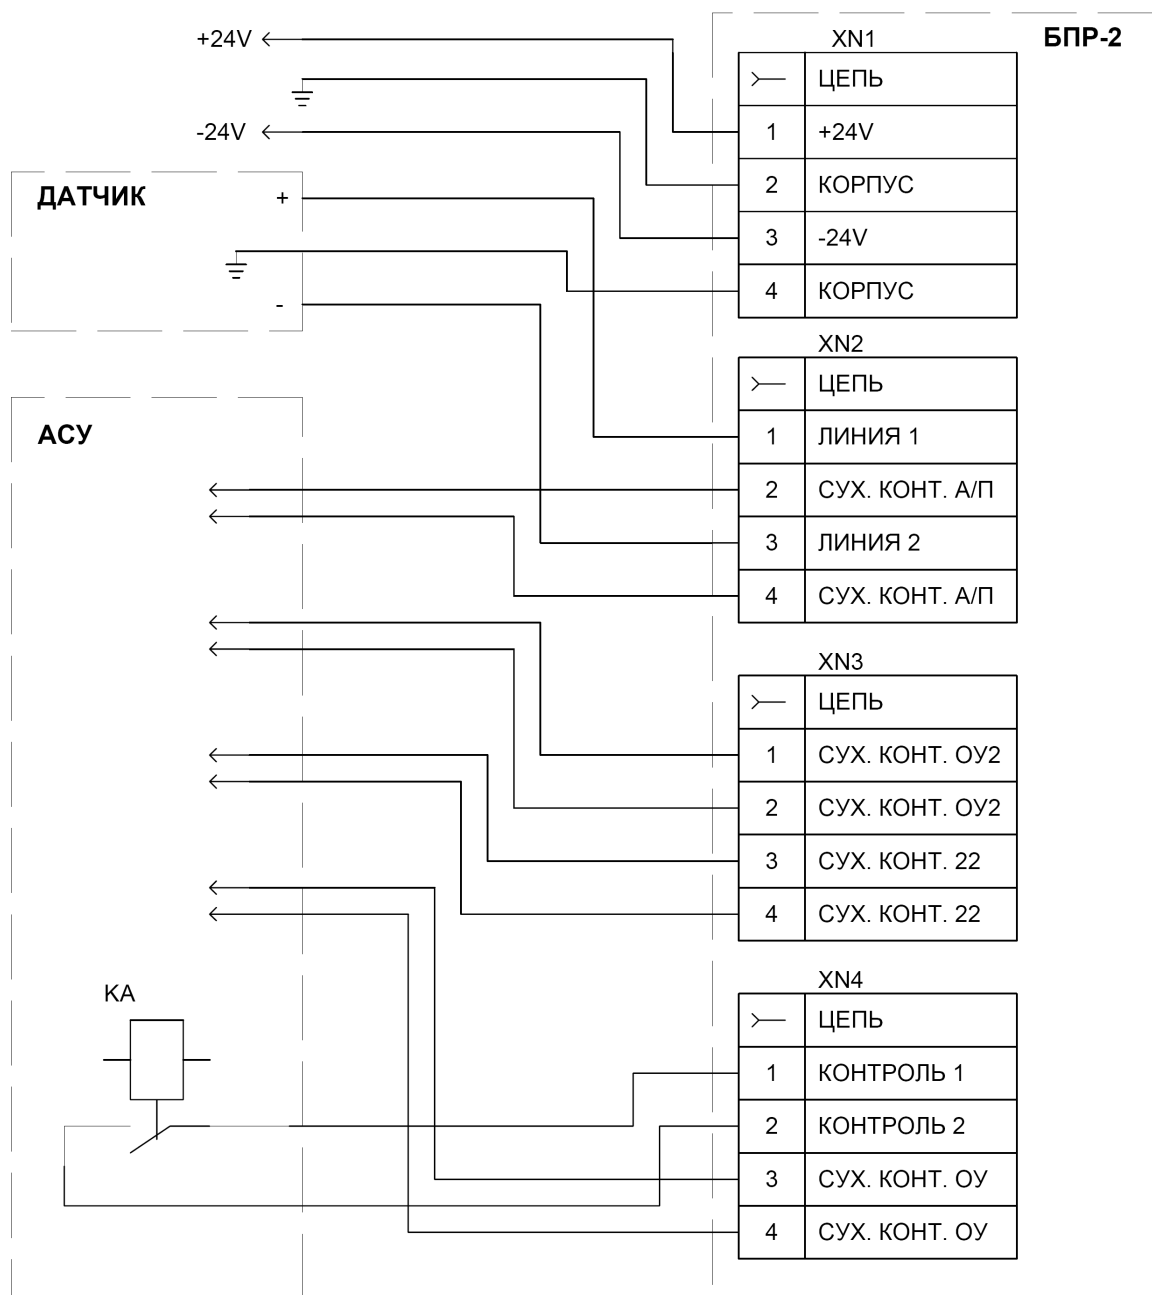

Рис.4. Монтажная схема сигнализатора МДПС-3 в составе с блоком питания и регистрации БПР-2 .
2.1.2 Руководствуясь схемой монтажной рис.4, произвести соединение жил линейного кабеля и жил кабеля телемеханики с соответствующими гнездами клеммных соединителей XN1-XN4 установленного на плате БПР-2.